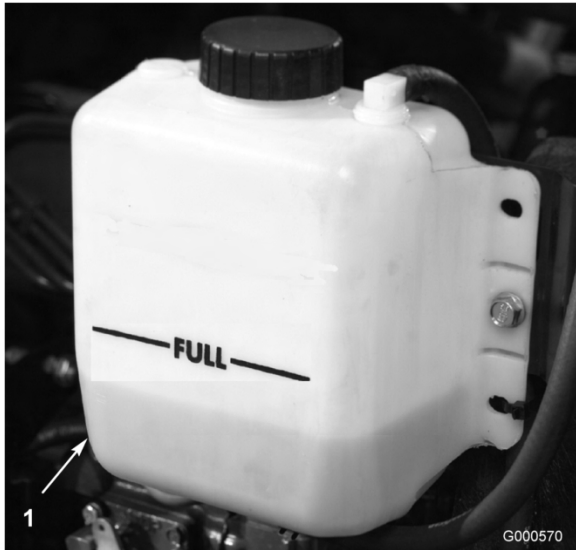

Figura 15
1. Togliete con cautela il tappo del radiatore e il tappo del serbatoio di espansione (Figura 15).